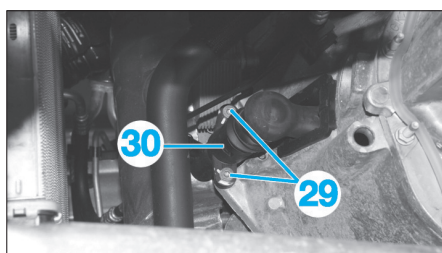

Fig. 97
- Déposer les vis de fixation (29) du récepteur d'embrayage (30) (Fig.97).
- Ecarter et brider le récepteur d'embrayage (30) sans ouvrir le circuit hydraulique.